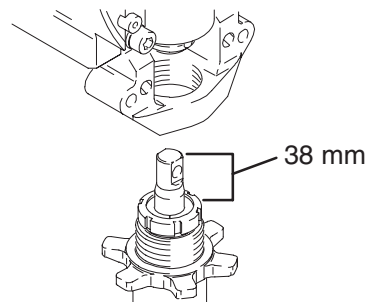

Fig. 20
1. Fig. 20. Træk stempelstangen 3,8 cm ud. Skru pumpen ind, indtil hullerne i lejekrydset er sammen og stempelstangen på linie.